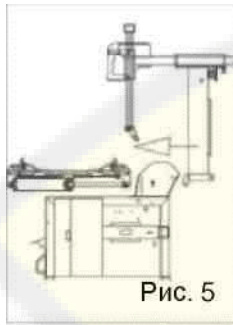

Рис. 5
- Установите вертикальную стойку на ее посадочное место на рабочей части станка, как показано на рис. 5.